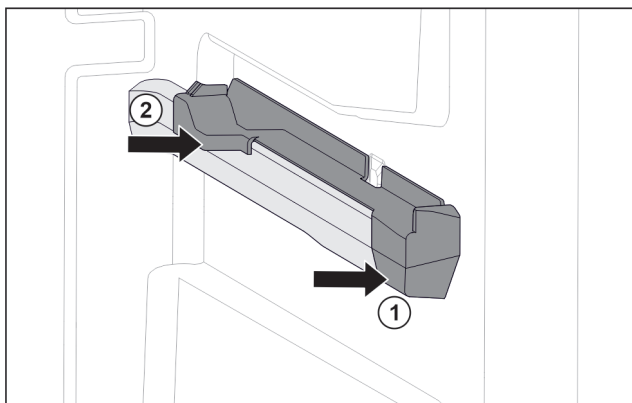

Fig. 62 Elemento inseribile sulla nervatura destra del contenitore
- Posizionare l'elemento inseribile sulla parte anteriore della nervatura del contenitore. Fig. 62 (1)
- Premere l'elemento inseribile sulla parte posteriore. Fig. 62 (2)